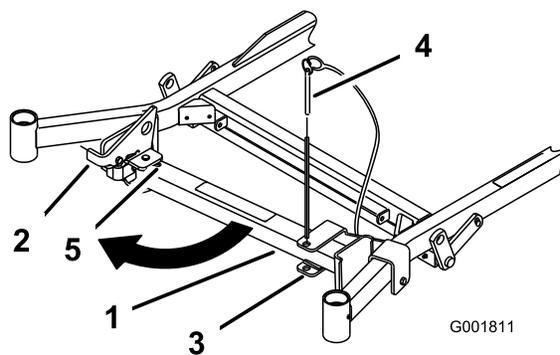

Figura 33
2. Togliete il perno dalla staffa (Figura 33).
- Riportate il supporto in posizione di riposo (Figura 33).